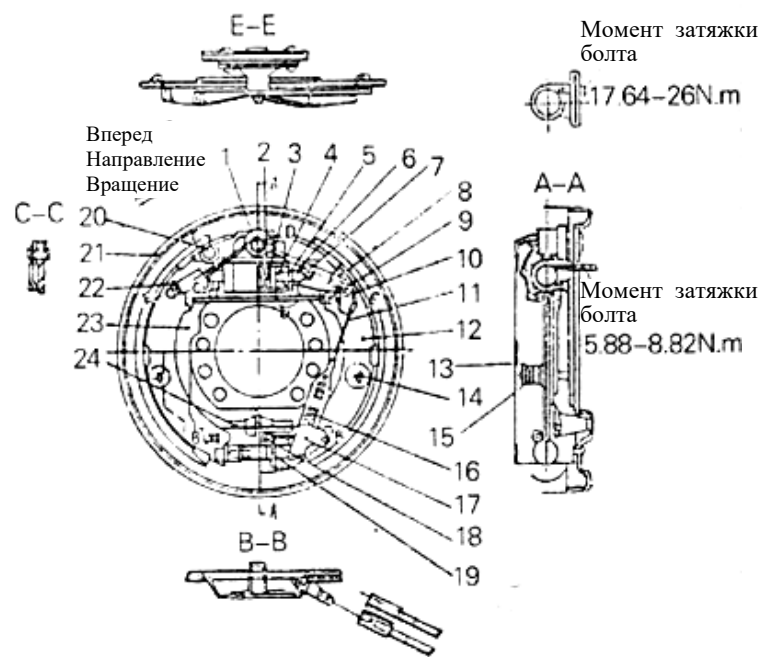
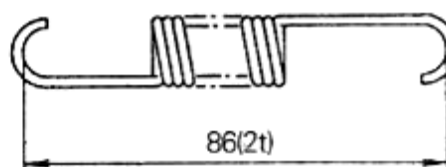

Рис. 6-2 Колесные тормоза
Рис. 6-16
Используется колесный тормоз гидравлического типа с внутренним расширением и гидравлический тип и состоит из тормозной колодки, пружины, колесного цилиндра, регулятора и нижней пластины. Оба тормоза установлены соответственно на двух концах переднего моста. Один конец тормозной колодки соединен с опорным пальцем, в то время как другой конец соединен с регулятором зазора и прижимается к нижней пластине пружиной и тягой под действием натяжной пружины. Левый рычажный тормоз установлен на основной тормозной колодке, а регулировочная тяга для автоматической регулировки зазора установлена на дополнительной тормозной колодке. См. рис. 6-2.
(7) Измерьте свободную длину и установочную нагрузку возвратной пружины верхнего стержня (рис. 6-16). (См. часть 9 на Рис. 6-2)